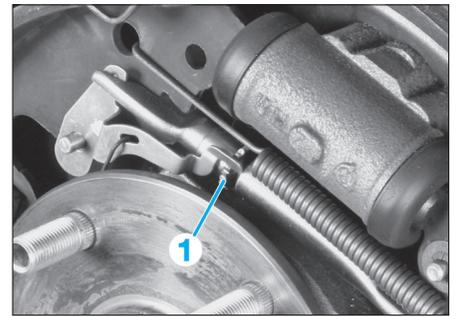

FIG. 16
- Tourner le dispositif de réglage (1) de manière qu'il atteigne sa position minimal, cela facilitera la dépose des éléments externes (Fig. 16).